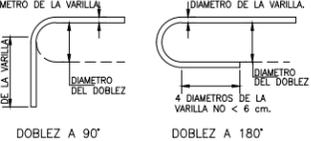

FIG. 4
- EL ANCLAJE DEL REFUERZO PRINCIPAL SE HARÁ CON UN DOBLEZ A 90 GRADOS O 180 GRADOS RESPETANDO EL RADIO INDICADO EN LA FIG. 4 SEGUIDO DE UN TRAMO RECTO.